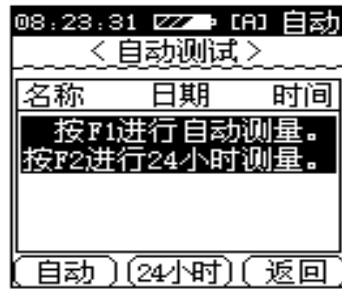

图 3-39
DS1131 (B) /DS1883 (B) 有两种自动测试：一种为立刻进行的一次性自动测量, 一种为 24 小时多次测量。（如图 3-39）